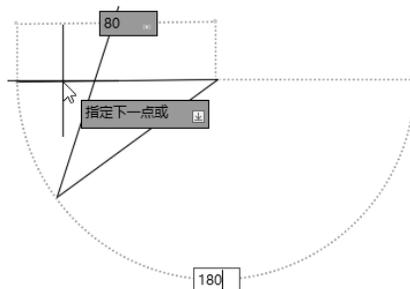

图 2-9 确定 P4 点
(4) 拖动鼠标, 然后在动态输入框中输入长度为 80, 按 Tab 键切换到角度输入框, 输入角度为 180, 如图 2-9 所示。按 Enter 键确认 P4 点。